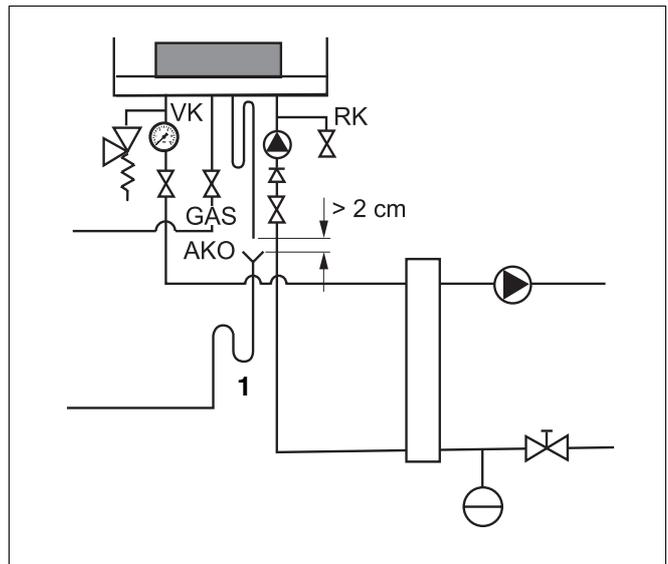
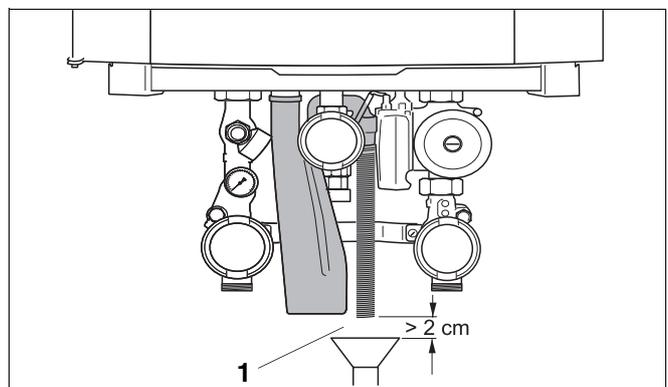

Fig. 19 Collegare il sifone
Fig. 20 Tubazione della condensa
- Collegare la tubazione della condensa al sifone (fig. 19, **pos. 1** e fig. 20, **pos. 1**).